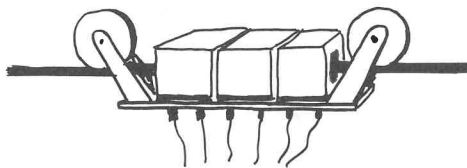

Fig. 9
b) I byen Wuppertal kører der en »hængesporvogn«, og et stykke af ruten er lagt ud over floden Wupper, hvor den ikke er til gene for den øvrige færdsel – og apropos Wuppertal: et specielt ophæng som vist på fig. 9 simplificerede opstillingen yderligere, idet spolerne – med udtagene nedad af hensyn til balancen – nu kunne trille frem og tilbage på selve jernstangen, der gjorde det ud for skinne.